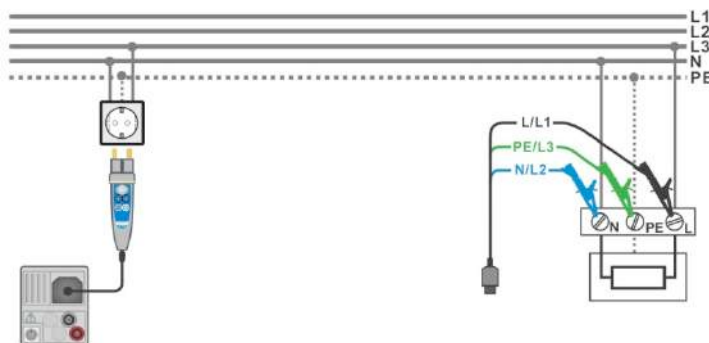

Рисунок 7.29: Подключение щупа «commander» и 3-проводного измерительного кабеля.
- › **Подключите измерительный кабель или щуп «Commander» к испытываемому объекту, см. Рисунок 7.29: Подключение щупа «commander» и 3-проводного измерительного кабеля.**